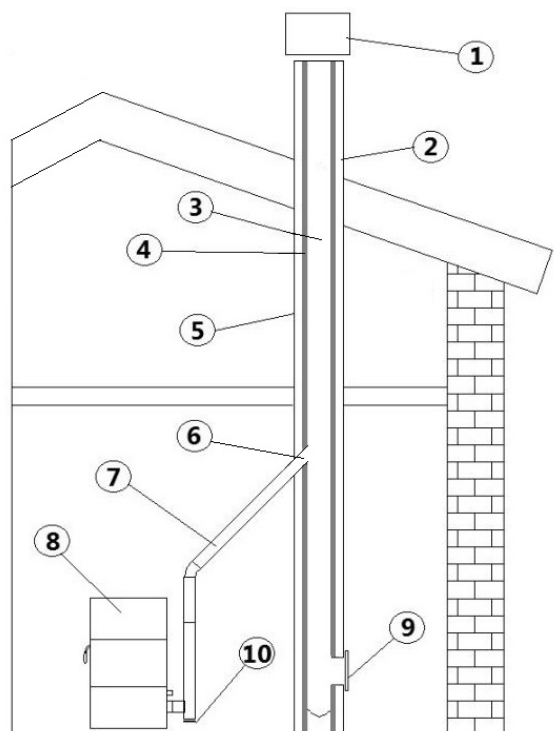

Fig. 3 - Composants de cheminée
La longueur ou hauteur du conduit de fumée (3) fait partie des caractéristiques techniques du conduit qui sont expliquées dans le chapitre **CARACTÉRISTIQUES TECHNIQUES DU CONDUIT DE FUMÉES** à pag. 7. Cette longueur se mesure en mètres entre la sortie de fumée du poêle et le terminal (point 1 sur Fig. 3 ci-dessous).
| LÉGENDE | Fig. 3 |